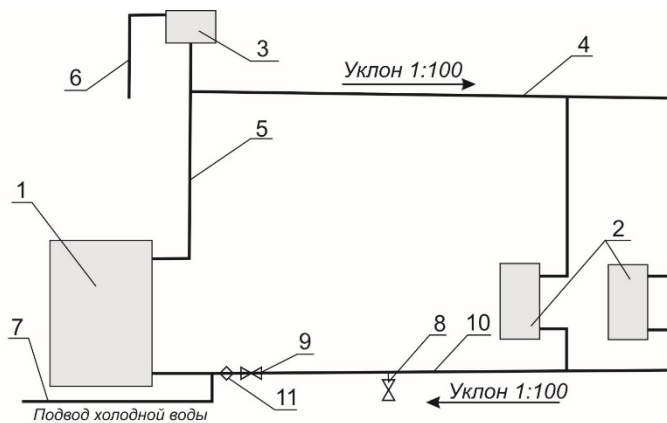

Рис.4-2. Примерная схема монтажа котла в открытой системе отопления.
7.6. Горизонтальные участки трубопроводов системы отопления необходимо выполнять с уклоном не менее 10 мм на 1 м в сторону отопительных радиаторов и от них к котлу. Это делается с целью обеспечения свободного выхода воздуха при заполнении системы водой и исключает возникновение воздушных пробок. Примерная схема монтажа котла в системе отопления показана на рис.4-2 и 4-3.